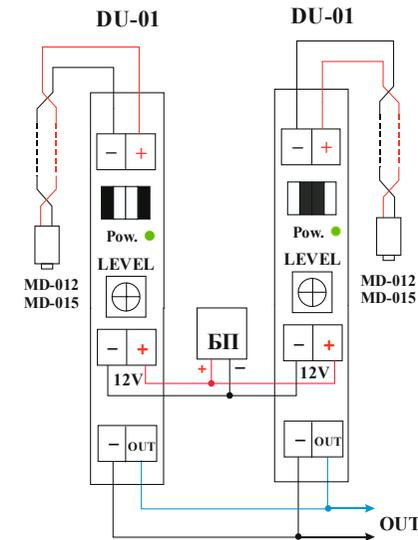

Рис. 3 Схема подключения с подавлением помехи. Вариант Б.
2. Подсоедините питающие и сигнальные провода согласно схеме подключения (см. рис. 3).